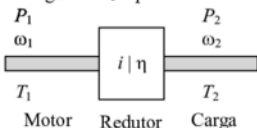

Figura 1: Sistema mecânico redutor.
Na Figura 1 T_1 representa o binário resistente na entrada do redutor visto pelo motor.
Com base na Figura 1, a relação entre binários de entrada (T_1) e saída (T_2) do redutor é obtida com (20), admitindo a existência de perdas mecânicas com um rendimento η .